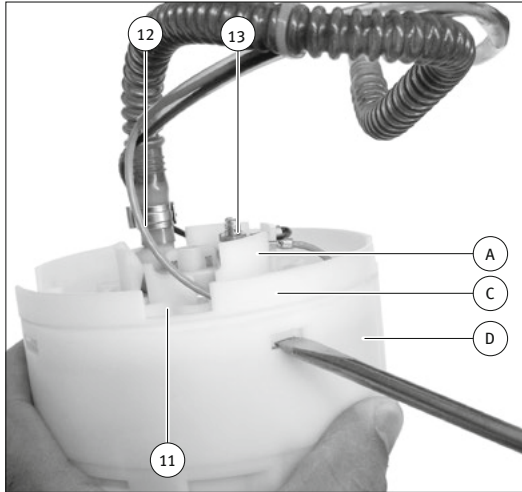

Abb. 4/Fig. 4/ Puc. 4/图4
- Support interne (A)
- Bague centrale (B)
- Avec un tournevis plat adapté, débloquer doucement le verrouillage de la bague externe en deux parties (C, D) (voir Fig. 4).
- Retirer la partie supérieure (C) de la bague externe.
- Enlever les 6 butoirs en caoutchouc (14) de leurs tenons et les conserver précieusement.
- Sortir la pompe à carburant avec le support interne (A) et la bague centrale (B) de la partie inférieure de la bague externe (C).